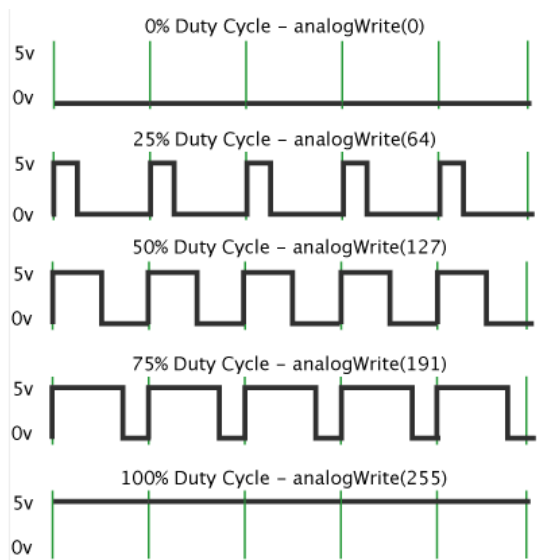

Fig.1
- 2- Al mismo tiempo, mediante el recurso de interrupción del Timer, se debe generar una señal de sincronismo de 100Hz con ancho de pulso variable (Fig. 1) entre el 10% (10% del periodo en estado “1” y 90% en estado “0”) y el 90% (90% del periodo en estado “1” y 10% en estado “0”) por un pin digital de salida. El ancho del pulso será determinado por la lectura del nivel de tensión del potenciómetro conectado al modulo ADC: